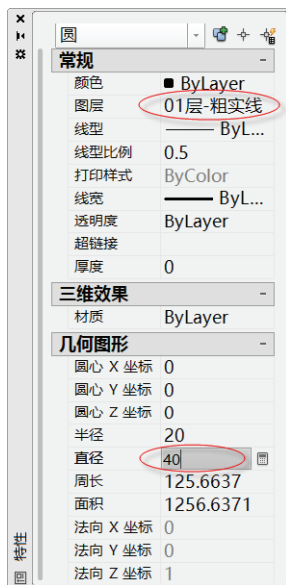

图 5-35 修改对象的相关特性
③ 在“特性”选项板的“常规”选项组中，将“图层”更改为“01 层-粗实线”层，在“几何图形”选项组的“直径”文本框中输入“40”并按〈Enter〉键确认，如图 5-35 所示。